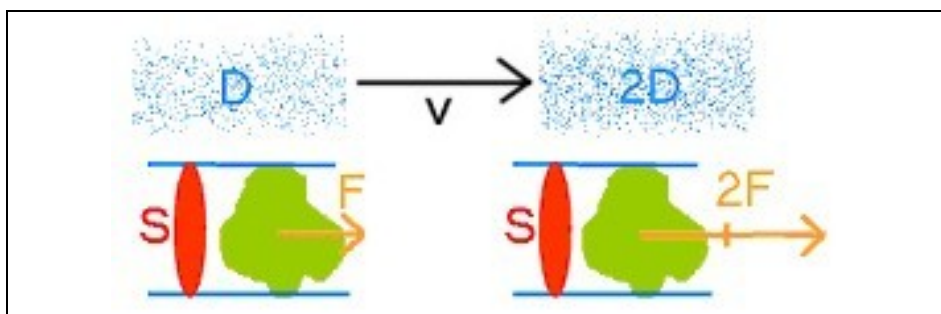

Figure A12 : Pour une surface et un vent V identiques, si par exemple la densité D de l'air double alors la traînée F de l'objet soumis à ce vent double aussi.
(3) La densité de l'air : Comme pour la surface exposée au vent, la relation entre la densité de l'air et la traînée est linéaire. Voir figure A12.